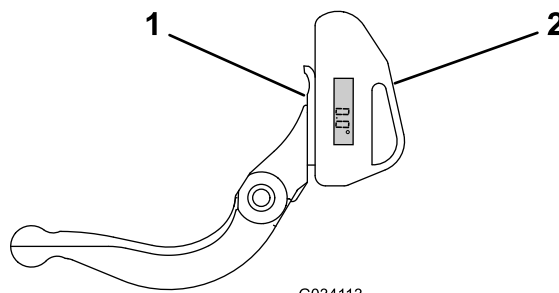

Figura 28
1. Posizionate il goniometro sul lato inferiore della controlama, come illustrato nella Figura 28.